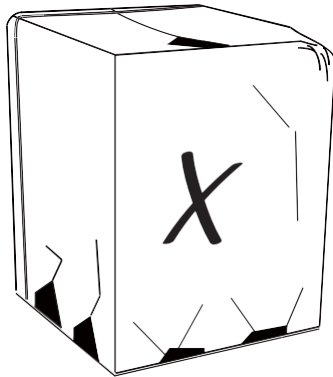

Figure 3-1
ÉTAPE 1 – Vérifiez s'il y a des dommages et signalez rapidement tout dommage constaté à l'appareil (Fig. 3-1).